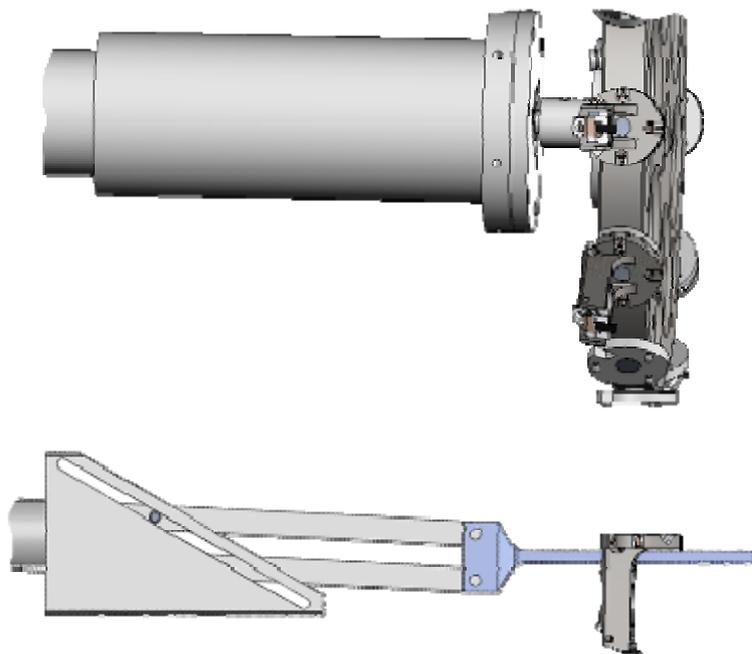

Рис. 11-12
17. Наблюдая положение зондовой головки в смотровое окно, перемещайте манипулятор до тех пор, пока зондовая головка не окажется под посадочным местом на карусели (Рис. 11-12).